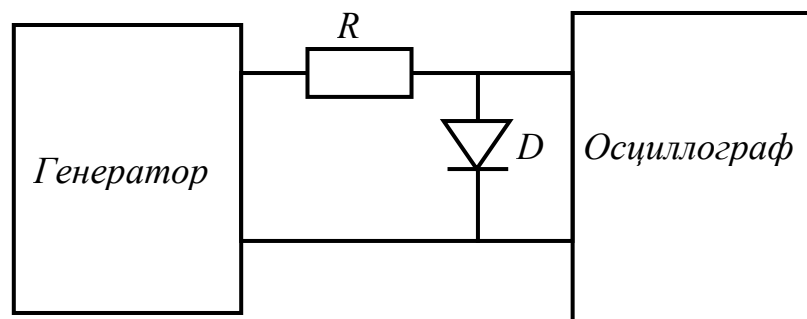

Рисунок 3.1 Функциональная схема установки для измерения времени жизни методом модуляции проводимости.
Функциональная схема установки для измерения времени жизни методом модуляции проводимости показана на рис. 3.1.
- 4.1. Собрать схему установки согласно рис. 3.1.